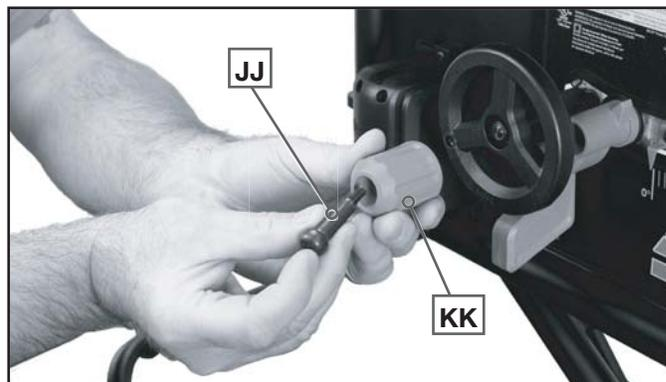

Fig. 1
1. Insérer la vis à épaulement du volant (JJ) dans le bouton du volant de réglage de la hauteur (KK) comme illustré à la Fig 1.